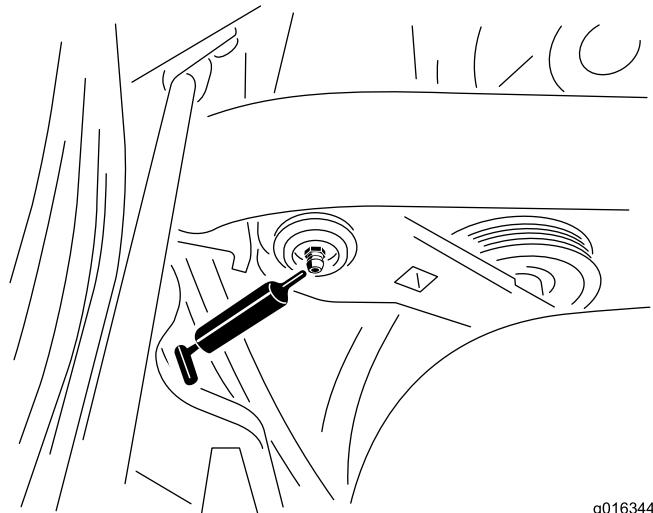

Figura 24
1. Limpie el punto de engrase para evitar que penetre materia extraña en el cojinete o el casquillo (Figura 24).